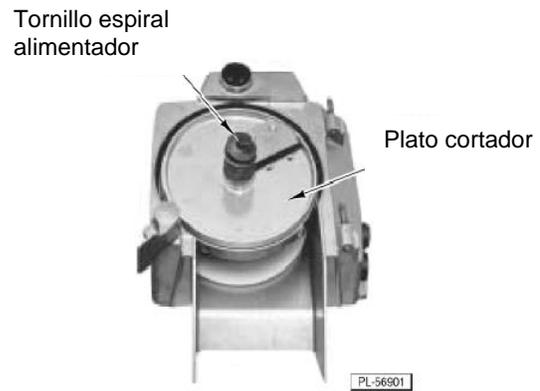

Fig. 4
6. **Evite tocar la cuchilla filosa de los discos cortadores.** Instale el disco que desea en el eje y gírelo de derecha a izquierda hasta que llegue en el acoplamiento (Fig. 4).
7. Inserte el tornillo espiral alimentador en el eje y gírelo de derecha a izquierda para apretarlo (Fig. 4).